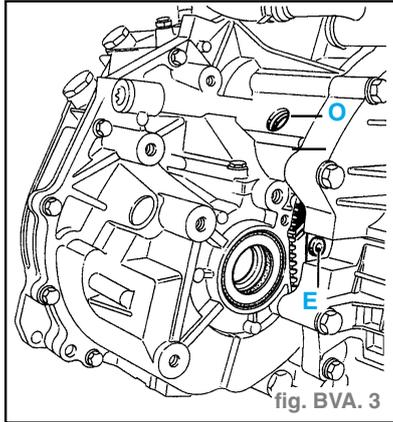

fig. BVA. 3
- les six vis (E) du convertisseur, en tournant le moteur dans son sens de rotation à l'aide d'une clé à douille sur la poulie du vilebrequin, (ne jamais tourner le moteur en sens inverse de rotation) et bloquer le plateau d'entraînement à l'aide d'un tournevis. (fig. BVA. 3)
- Ajuster le convertisseur de couple par l'orifice (O) et approcher les vis de fixation une à une en faisant attention de bien les guider et serrer au couple. (fig. BVA. 3)